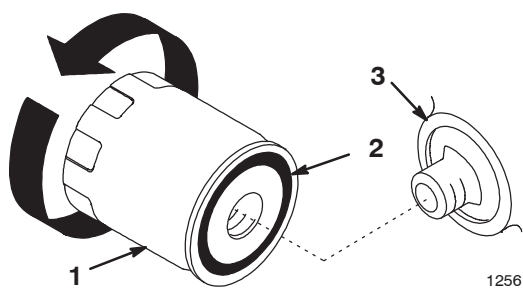

Bild 17
9. Wechseln Sie den Ölfilter bei Bedarf (Bild 17).
2. Entfernen Sie den alten Filter und wischen Sie die Oberfläche der Filterzwischenstückdichtung (Bild 17) ab.
3. Schmieren Sie die Gummidichtung am neuen Ölfilter (Bild 17) mit etwas Frischöl ein.
5. Drehen Sie den Ölfilter nach rechts, bis die Gummidichtung das Filterzwischenstück berührt. Ziehen Sie ihn dann um eine weitere 1/2 bis 3/4 Umdrehung fester (Bild 17).